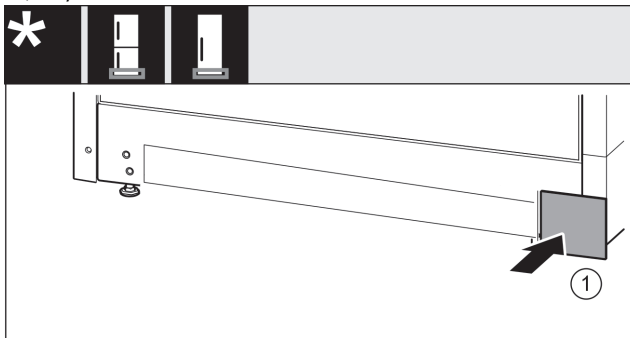

Fig. 50
- ▶ Nasadte kryt Fig. 50 (1) opäť na druhej strane.